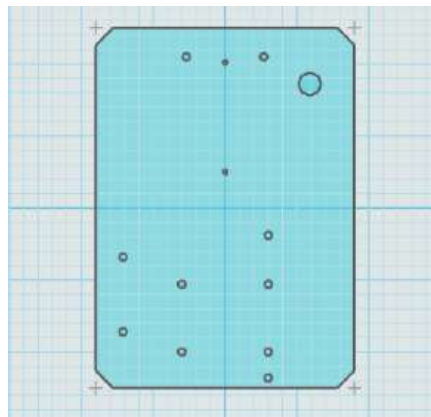

图 4-8
5. 绘制直径为 8 的安装孔。坐标为 (29.5 , 43), 参考步骤 3。完成后如图 4-8 所示。